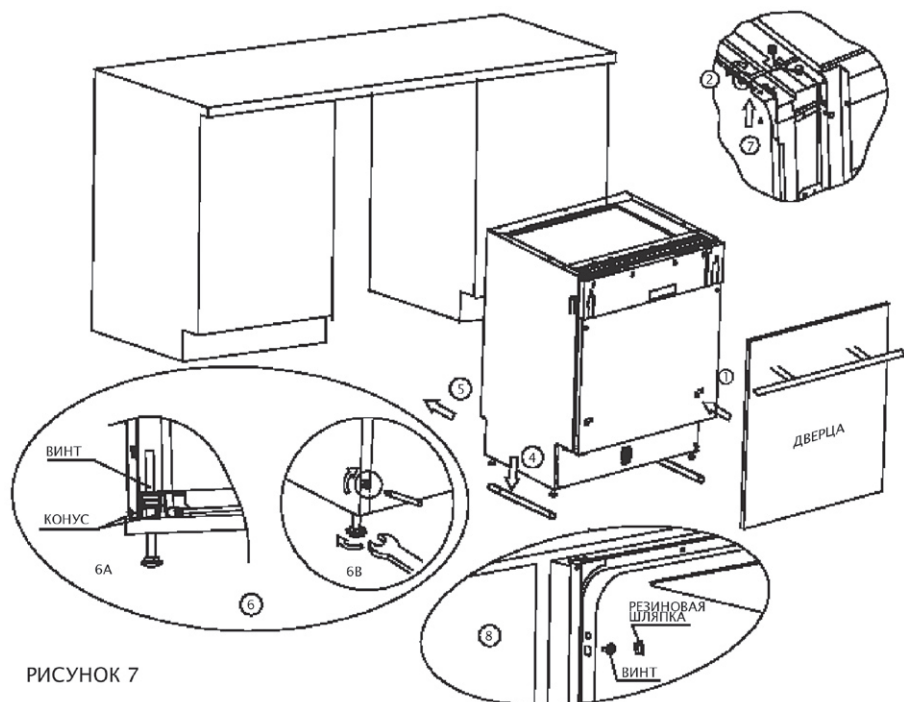

РИСУНОК 7
2. Отрегулируйте левую и правую петли, используя ключ, входящий в комплектацию машины. (рис. 7, зарисовка 2) Не правильное крепление может повредить машину.
6. Установите машину на скользящие рельсы (рис.7, зарисовка 4).
9. Выровняйте машину. Задние ножки можно регулировать винтами, расположенными спереди. (рис 7., зарисовка 6А). С помощью ключа отрегулируйте передние ножки (рис. 7, зарисовка 6В).
А. Если у Вас столешница из дерева или ДСП, прикрутите машину к ней шурупами по дереву, будьте осторожны, вес машины может вырвать шурупы из дерева (рис.7, зарисовка 7).
В. Если у Вас мраморная или гранитовая столешница используйте скобы, чтобы прикрепить машину к стенам соседней мебели, при этом необходимо закрыть винты резиновыми шляпками, чтобы не повредить столешницу (рис. 7, зарисовка 8). Посудомоечная машина должна быть выровнена, чтобы нормально функционировать.